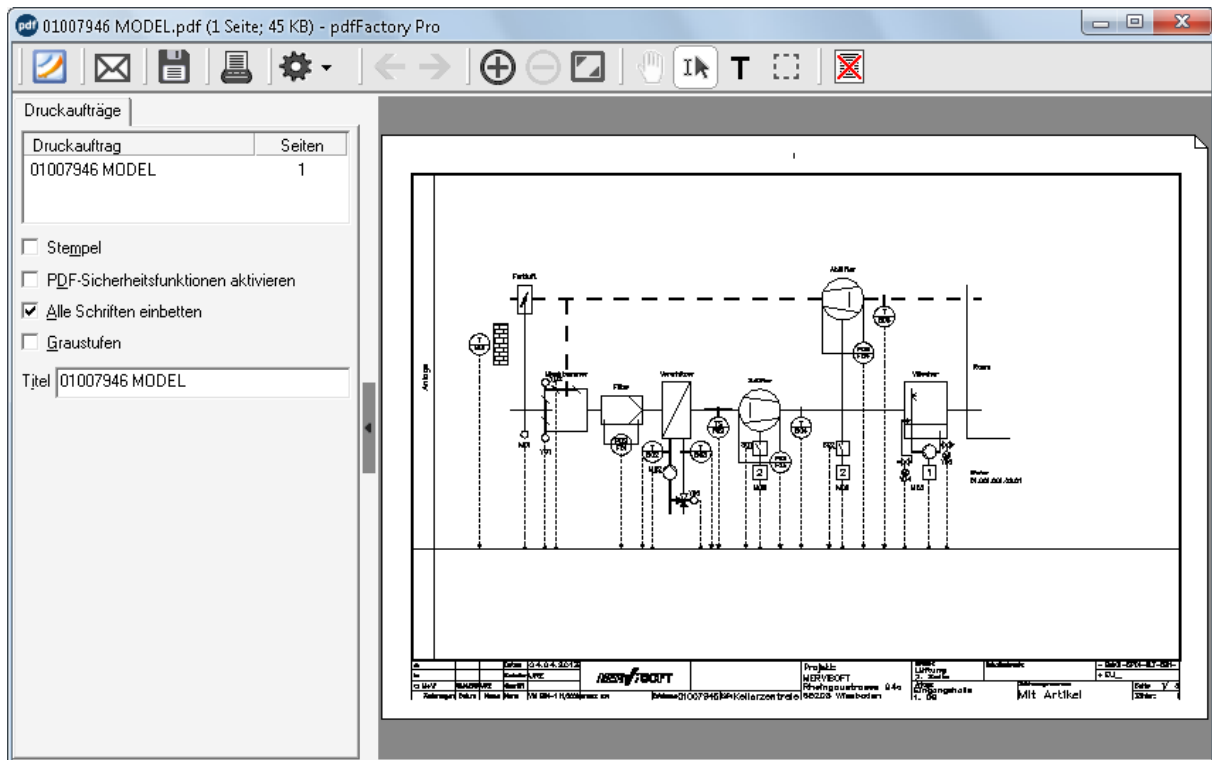

Bild 1.9 – Eine einzelne Seite oder alle zusammen in ein PDF drucken – pdfFactory macht's möglich!
- Klicken Sie nun auf *Übernehmen* oder *Drucken*. In beiden Fällen werden die Einstellungen gespeichert. Im ersten Falle blendet *pdfFactory* ein Vorschaufenster mit der aktuellen Zeichnung ein (Abb. 1.9).